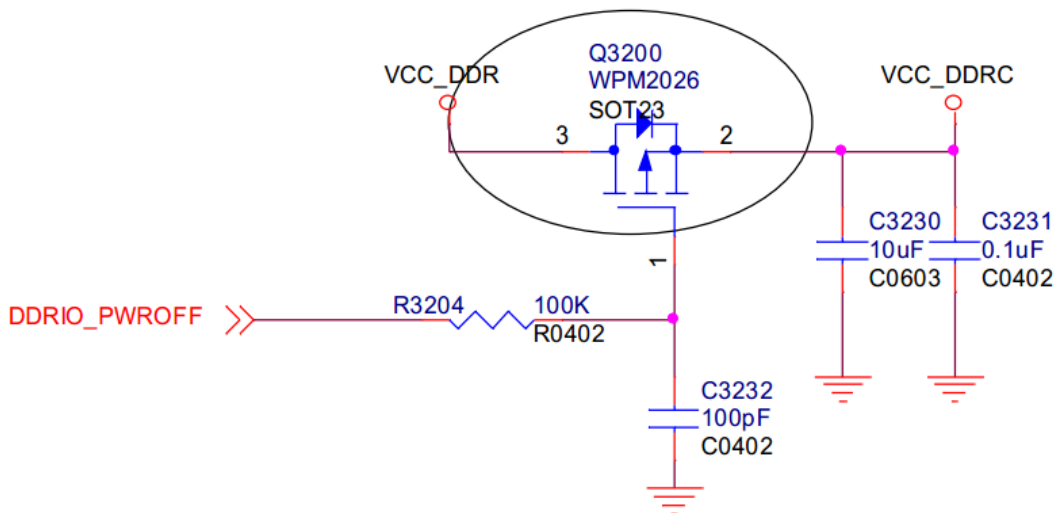
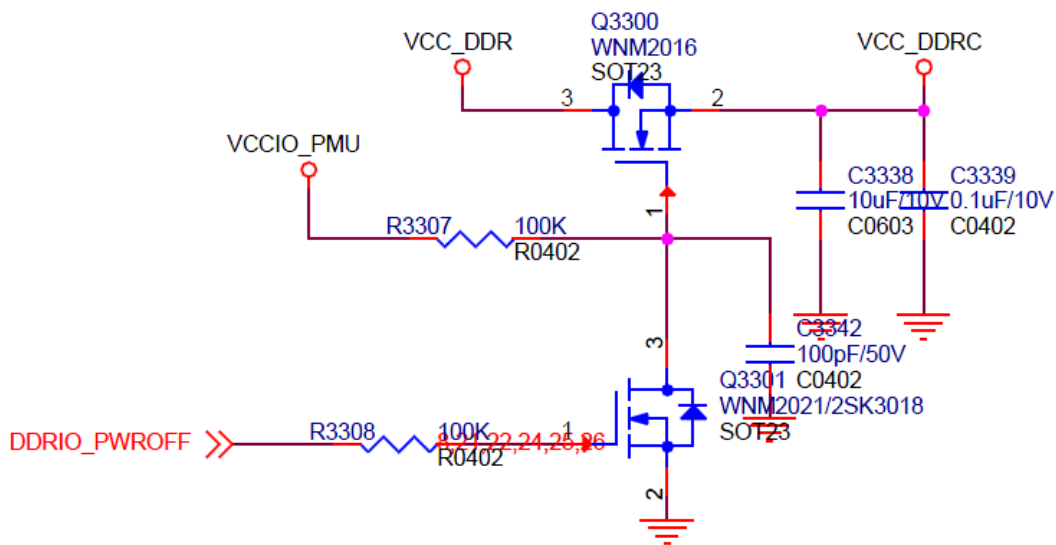

图 8-7
图 8-8
- VCC_DDRC 电源由 MOS 管 Q3200 控制，在休眠情况下关闭 VDDQ 供电以降低系统功耗，如图 8-7。LPDDR2/3 模式下，为避免 VCC_DDRC 电压过低（1.2V）导致 MOS 无法完全导通，增加一个 N MOS 管 Q3300，如图 8-8 所示；
Nand Flash与eMMC Flash可以通过双Layout实现物料的切换，Layout结构如图8-7所示。eMMC